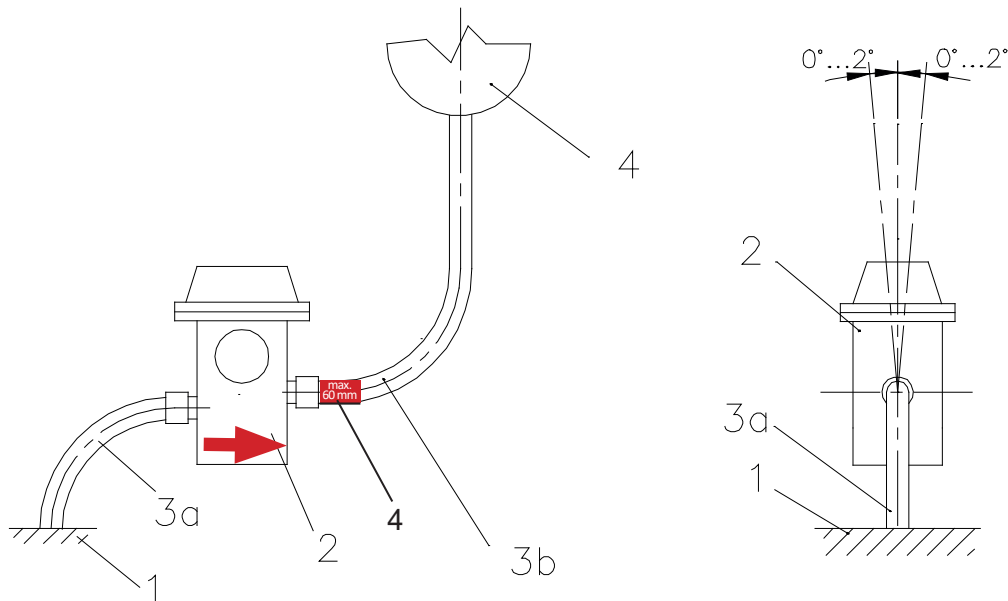

Bild 6 - Rohrleitungseinbau
Das Buchholzrelais BB 25 (Bild 6/ Nr. 2) wird in die Rohrleitung (Bild 6/ Nr. 3) zwischen Transformator-kessel (Bild 6/ Nr. 1) und Ausdehnungsgefäß (Bild 6/ Nr. 4) eingebaut. Im ordnungsgemäßen Betrieb ist es vollständig mit Isolierflüssigkeit gefüllt.
- zur Vermeidung einer Abschaltung **der waagerechte Abschnitt der Rohrleitung (Bild 6/ Nr. 4) zwischen Relais und Ausdehnungsgefäß max. 60 mm ausgeführt werden kann**, um bei jeder Lokneigung ein Entweichen überschüssigen Gases zu gewährleisten.